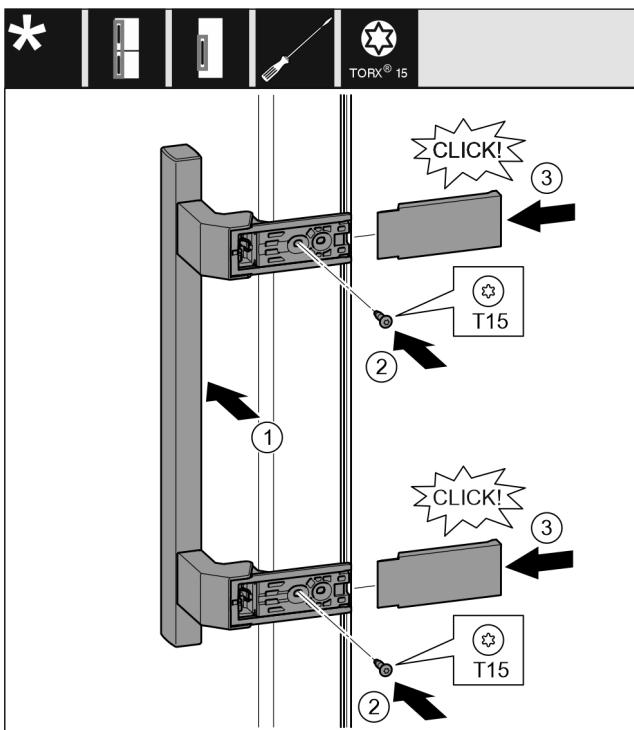

Fig. 20
- Vendosni dorezën në anën e kundërt. Fig. 20 (1)
- Mbërtheni fort vidat me një kaçavidë T15. Fig. 20 (2)
- Vendosni kapakët mbulues anash dhe shtyjini. Fig. 20 (3)